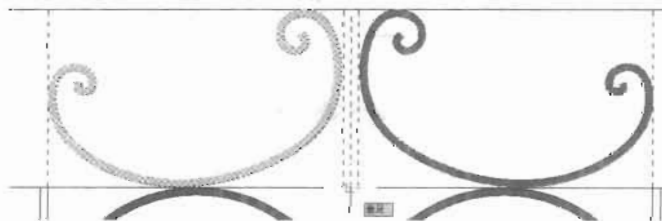

图 5-98
(12) 单击“修改”工具栏中的“镜像”按钮, 垂直镜像复制绘制的图形, 如图 5-98 所示。